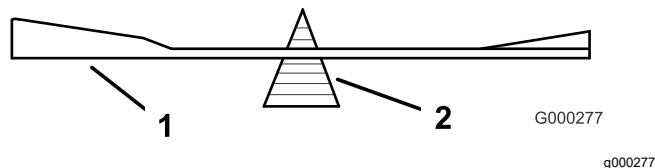

Figura 111
2. Controllate l'equilibrio della lama posizionandola su un bilanciatore (Figura 111).